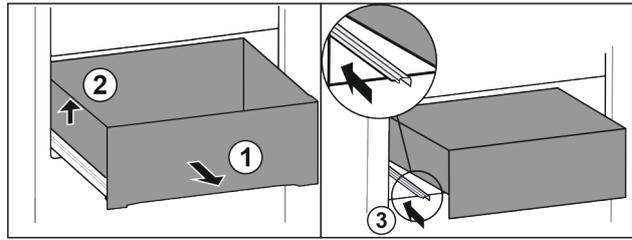

Fig. 41
- ▶ Tirer le tiroir jusqu'en butée. Fig. 41 (1)
- ▶ Soulever le tiroir sur la gauche. Fig. 41 (2)
- ▶ Rentrer le rail de gauche. Fig. 41 (3)